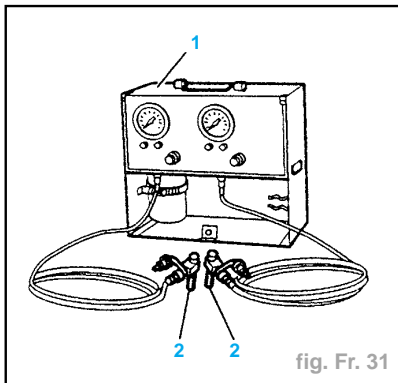

fig. Fr. 31
- **Outillage spécial** (fig. Fr. 31)
- Brancher les raccords de prise de pression (2) en diagonale, à la place des vis de purge (fig. Fr. 31).